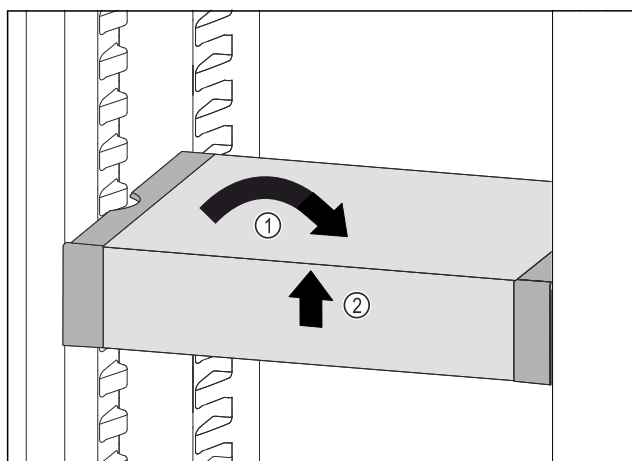

Fig. 124
- ▶ Placer VarioSafe lige. Fig. 124 (1)
- ▶ Løft VarioSafe op foran. Fig. 124 (2)